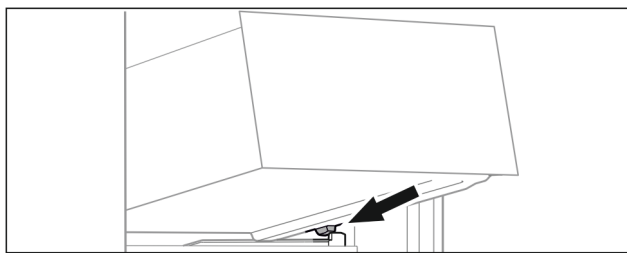

Fig. 82
- ▶ Predal postavite v poševnem položaju za zaustavljalniki na nastavek za posodo. (glejte Fig. 82)